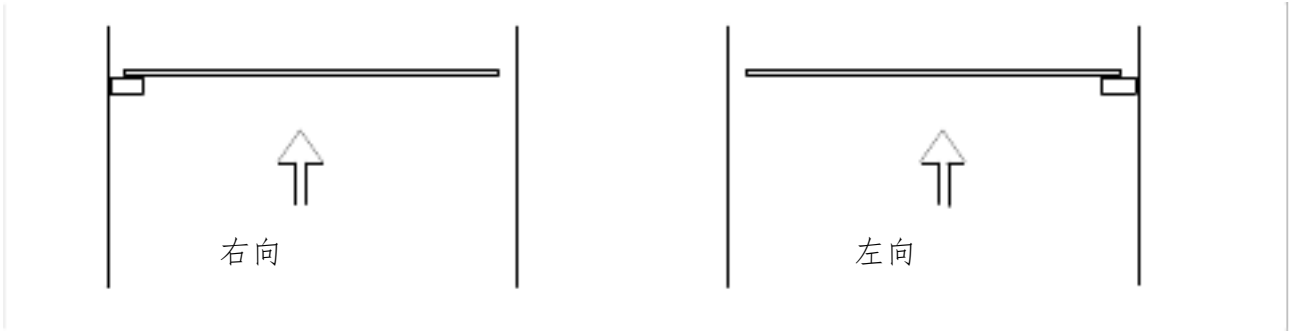

图 1 道闸左右向定义
- (1) 面向主机正前方(无主轴一边)，闸杆向右方向落下的为右向道闸，而闸杆向左方向落下的则为左向道闸。见下图 1：